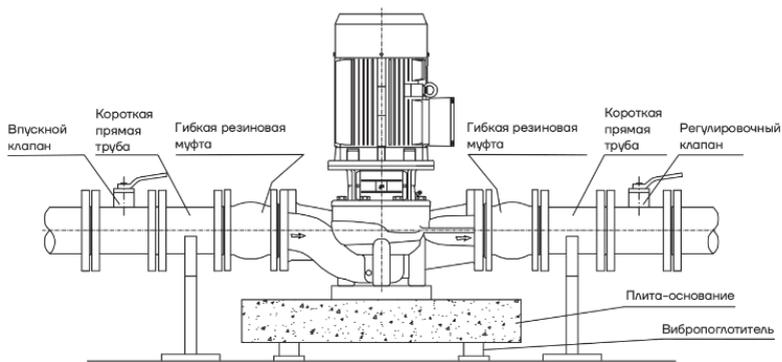

Рис. 14 Схема подключения насоса
- при установке труб также необходимо следить за тем, чтобы в трубах не скапливался воздух, особенно в приемной трубе (см. рис. 14).